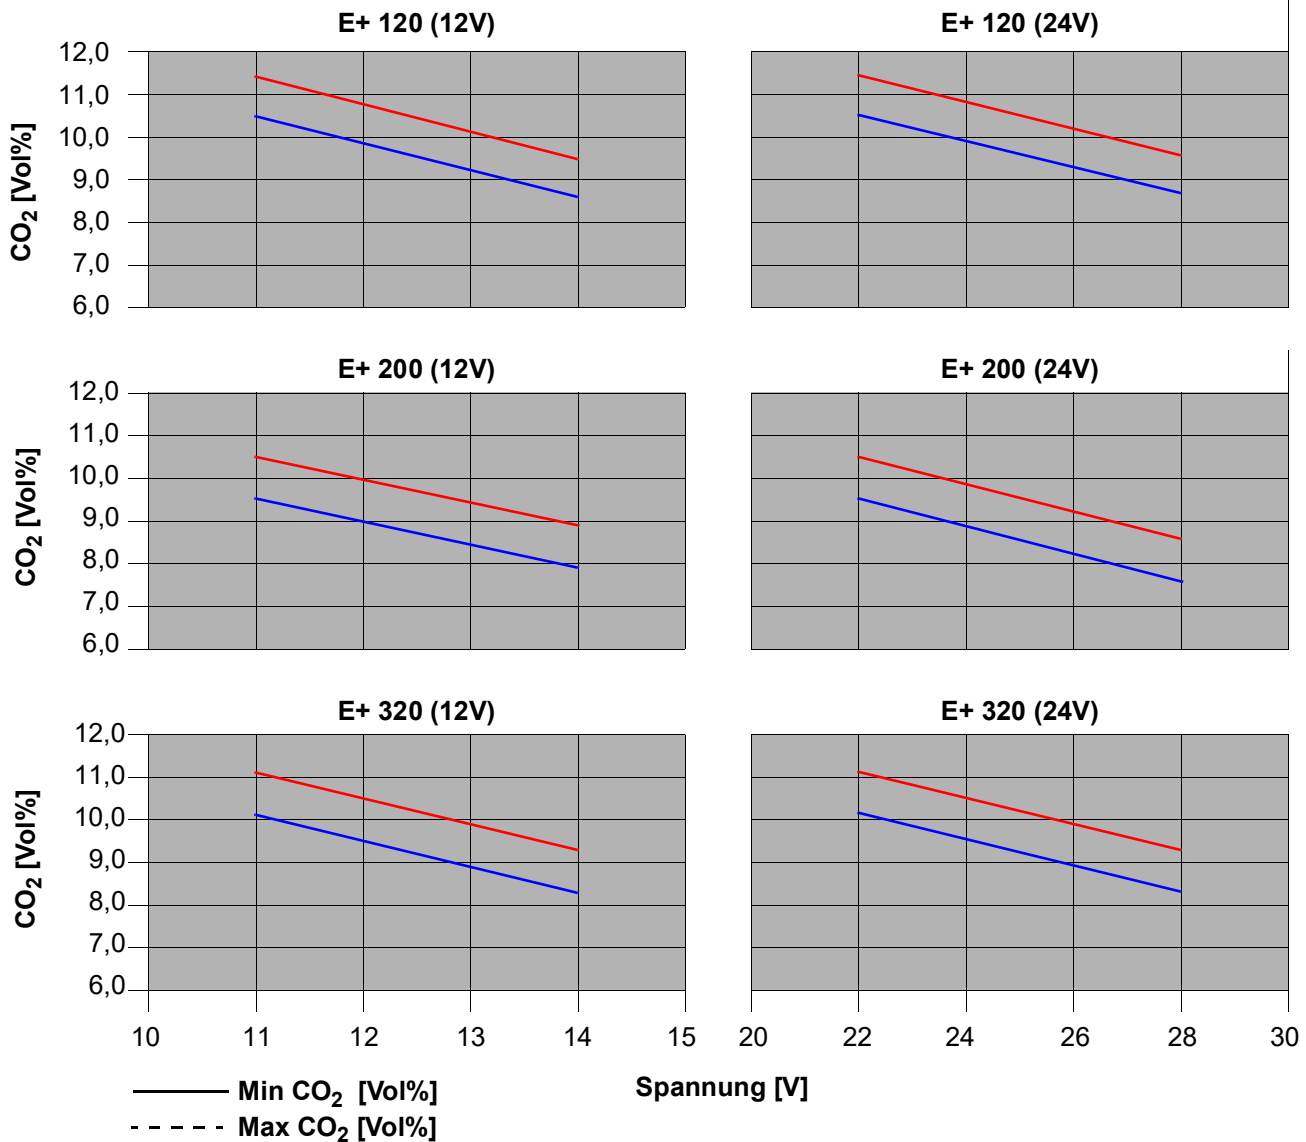

Abb. 702 CO₂-Abgaswerte
1. Nach einer Brenndauer von ca. 3 min. CO₂-Gehalt im Abgas messen und mit Sollwert in Abb. 702 vergleichen.
3. CO₂-Wert messen und mit entsprechendem Diagramm (siehe Abb. 702) vergleichen.